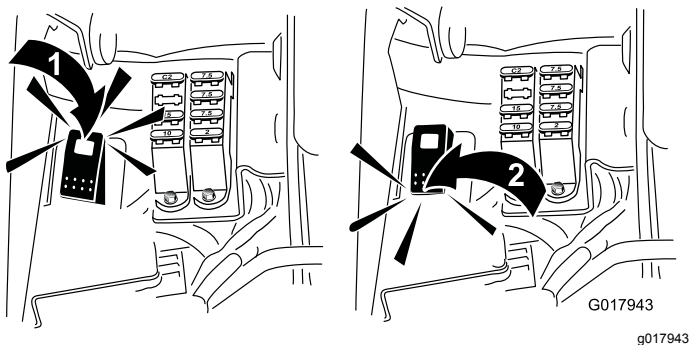

Bild 57
5. Drehen Sie den Läpphebel auf R (Bild 57).